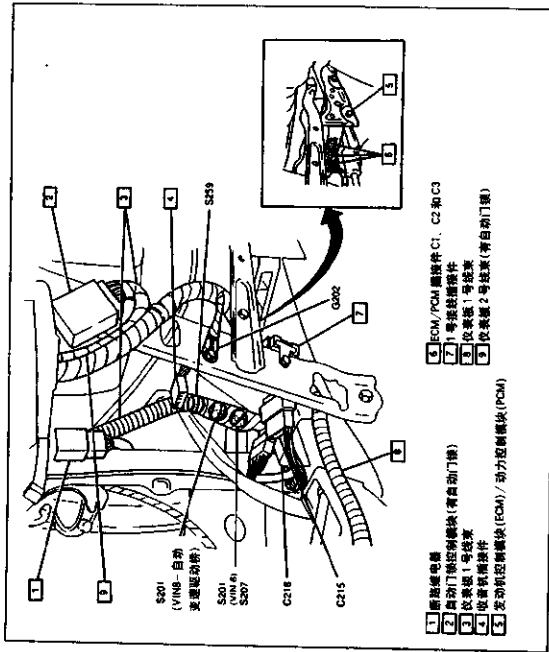

图 13-2 中央控制台部件
- 接点 S259: 仪表板 1 号线束, 距 G201 引出口约 7cm 图 13-2